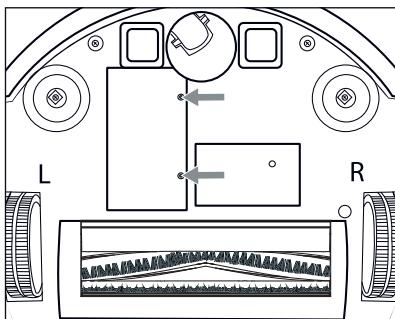

Fig. 16
① Bemærk
- 1) Løsn de to skruer til batterirummets afdækning ② (se fig. 16) på undersiden af produktet med en stjerneskruetrækker, og fjern dem fra produktet. Tag batterirummets afdækning ③ af produktet.